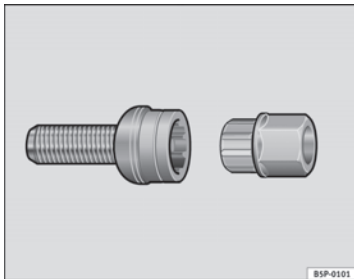

Abb. 132 Diebstahlhemmende Radschraube
- Setzen Sie den Adapter bis zum Anschlag in die diebstahlhemmende Radschraube ein ⇒ Abb. 132.